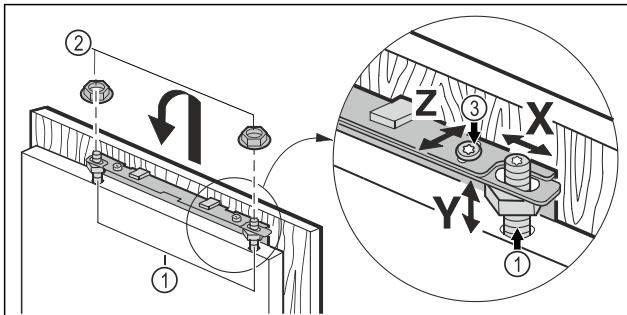

Fig. 21
- ▶ Haka fast möbeldörren i justeringsstiften *Fig. 21 (1)* och skruva fast stoppmutterarna *Fig. 21 (2)* löst på justeringsstiften.
- ▶ Rikta in möbeldörren i höjd **Y** och lutningen åt sidan: Ställ in justeringsstiften *Fig. 21 (1)* med en skruvmejsel.
- ▶ Dra åt stoppmutterarna *Fig. 21 (3)*.